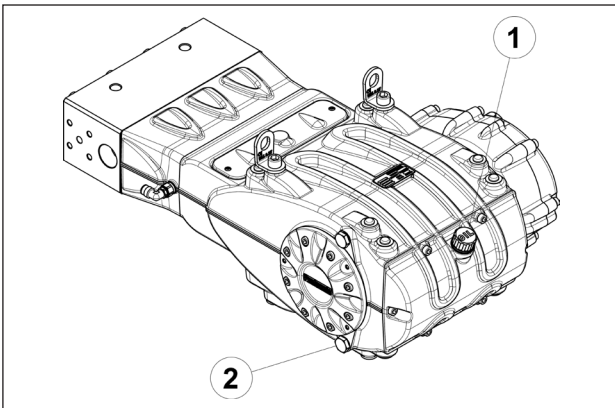

Abb. 1
Vor den Reparaturarbeiten an der Mechanik muss zunächst das Öl aus dem Kurbelgehäuse abgelassen werden. Zum Ablassen des Öls den Öleinfüllverschluss Pos. ①, Abb. 1 und anschließend den Ölablassverschluss abnehmen, Pos. ②, Abb. 1.